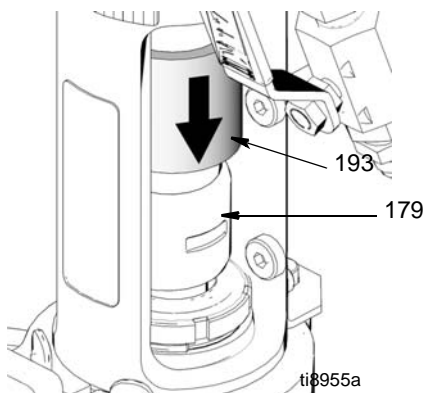

FIG. 25
6. (Fig. 25) Dra ner kopplingskåpan (193) över stångkopplingen (179).